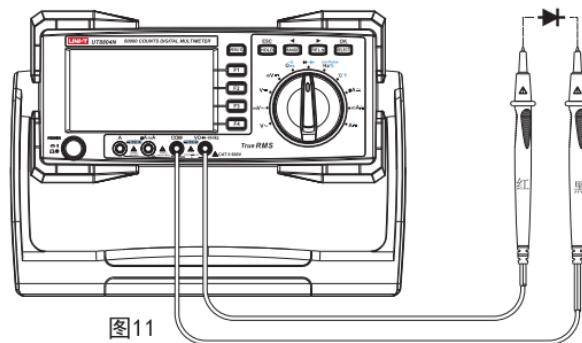

图11
- (1) 将红表笔插入“ \blacktriangleright ”插孔，黑表笔插入“COM”插孔。红表笔极性为“+”，黑表笔极性为“-”。
- (2) 将仪表的旋转开关转到“ \blacktriangleright - \blacktriangleleft ”测量档，按SELECT键选择二极管测量档 \blacktriangleright ，如图11，将表笔并联到被测二极管二端上。从显示器上直接读取被测二极管的近似正向PN结结电压。